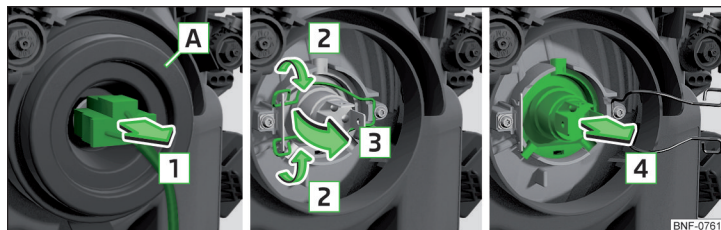

Fig. 141 Udskiftning af pære til nærlys og fjernlys
- Træk stikket af pæren i pilens retning **1** » Fig. 141.
- Tryk låsebøjlen i retning mod forlygten, og hægt den derefter af i pilens retning **2** » Fig. 141.